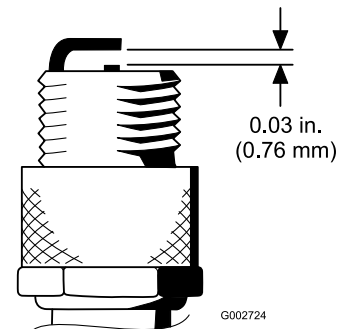

图 28
4. 将中心电极与侧电极之间的气隙设置为0.76mm请参阅图 28。安装已设定正确气隙、带密封垫片的火花塞并将火花塞拧紧至 23N·m。如果没有使用扭矩扳手请牢固拧紧火花塞。